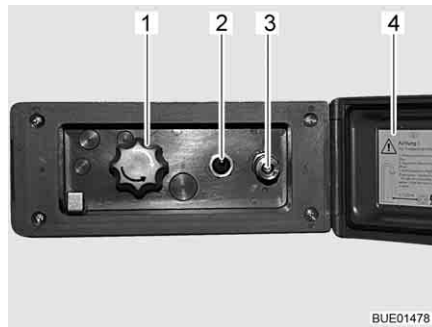

Fig. 161 Conexión de ducha exterior
- Desbloquear y abrir la tapa (Fig. 161,4).
- Conectar la manguera de la ducha exterior al cierre rápido (Fig. 161,3).
- Encender la bomba de agua con el interruptor (Fig. 161,2).
- Ajustar la temperatura del agua con el botón giratorio (Fig. 161,1) según se desee.
- Apagar la bomba de agua con el interruptor (Fig. 161,2).
- Cerrar la tapa (Fig. 161,4) y bloquearla con la llave.
- Poner el botón giratorio (Fig. 161,1) en la posición central.